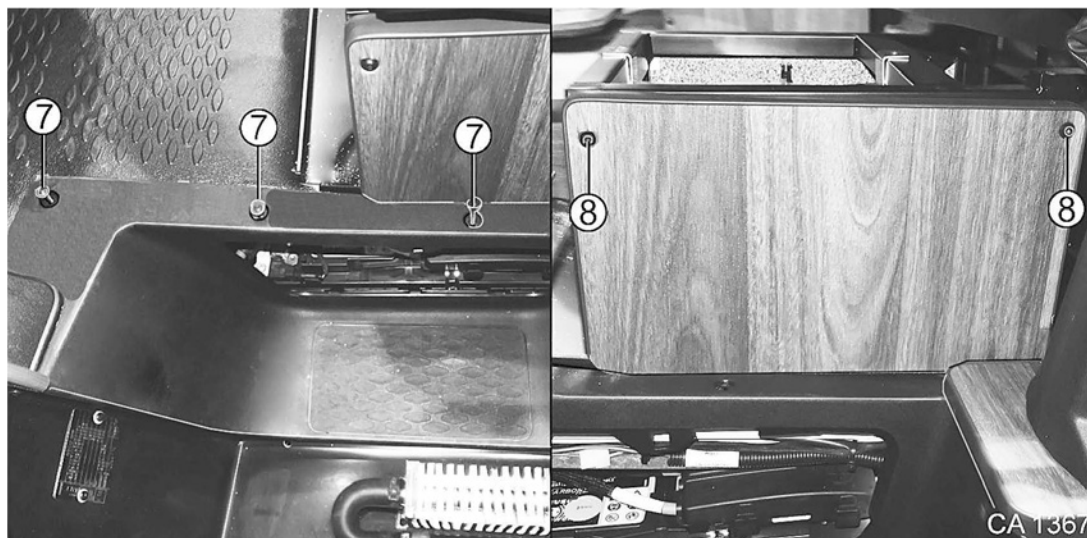

Fig. 219 Remplacer la batterie du véhicule
6. Desserrer les trois vis (Fig. 219/7) du marche-pied avec un tournevis Torx n° 20.
7. Au niveau de l'habillage de la console du siège de gauche, desserrer les deux vis (Fig. 219/8) avec un tournevis Torx n°20.